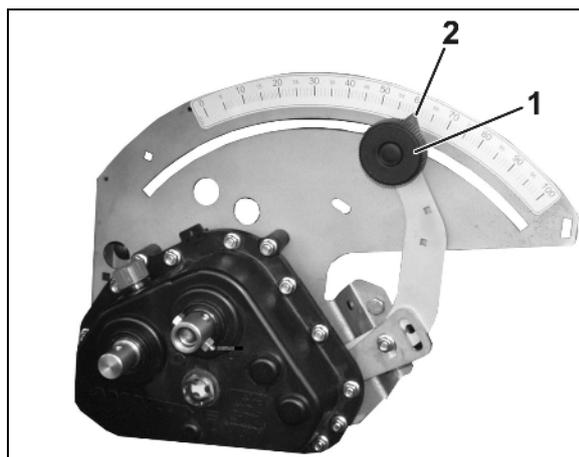

Fig. 98
5. Aflojar botón de enclavamiento (Fig. 98/1) de la palanca de posicionamiento del engranaje.
6. Empujar el indicador de la palanca de posicionamiento del engranaje (Fig. 98/2) sobre una de las siguientes posiciones del engranaje:
7. Apretar botón de enclavamiento (Fig. 98/1).